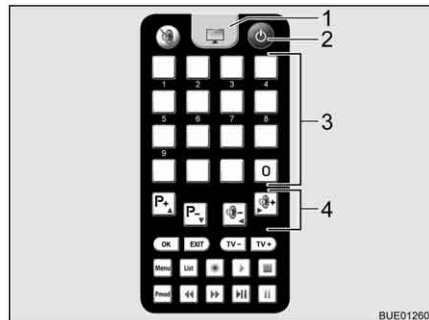

Fig. 21 Télécommande
- Appuyer sur la touche "⌚" (Fig. 21,2) de la télécommande. L'antenne satellite s'oriente à partir de la position rangée et se met en mode de recherche. Un signal acoustique retentit quand l'antenne a trouvé les satellites.
- Régler la station désirée au moyen des touches de mémoire (Fig. 21,3) ou de fonction (Fig. 21,4).